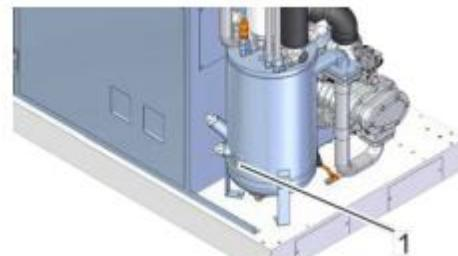

Рис. 32: Пробка наливного отверстия
5. → Ослабьте пробку наливного отверстия (Рис. 32/1), осторожно откройте, не потеряв уплотнительное кольцо.